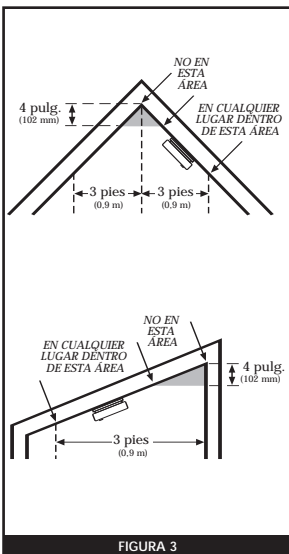

FIGURA 3
- Instale las alarmas contra humo en cielos rasos con pendiente, a dos vertientes o catedral, a 3 pies (0.9 m), o menos, del punto más alto (medido horizontalmente). La NFPA 72 señala que “las alarmas contra humo en habitaciones con cielos rasos con pendientes de más de 1 pie en 8 pies (0.3 m en 2.4 m), medido horizontalmente, se deben ubicar en el lado más alto de la habitación”. La NFPA 72 señala que “las alarmas en hilera deben estar separadas y se deben ubicar a menos de 3 pies (0.9 m) del vértice del cielo raso medido horizontalmente” (consulte la Figura 3).